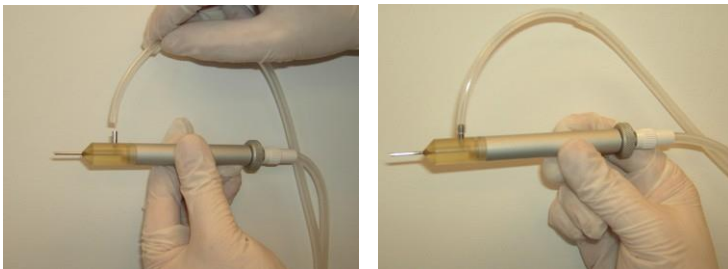

Figure 3-83. Raccordement de l'extrémité distale de la tubulure d'implantation à la tête de l'implanteur
7. Raccordez l'extrémité distale du tuyau d'implantation au port de succion de la tête de l'implanteur, comme illustré à la Figure 3-83.